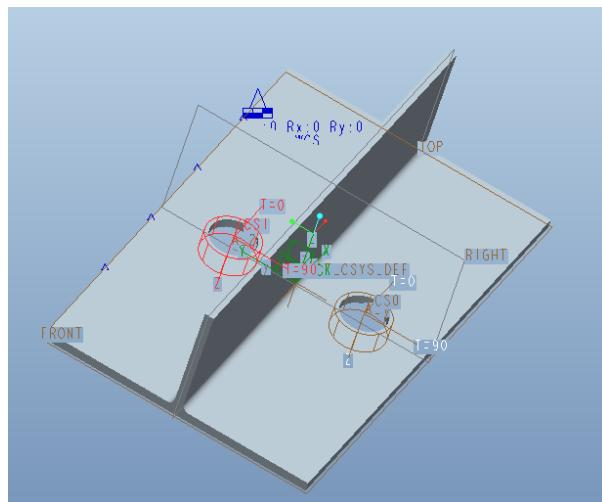

Рис. 12. Задание системы координат во втором отверстии
Должно получиться так, как изображено на рис. 12.
- удерживая CTRL, выберите два ребра, как показано на рис.12. Нажмите среднюю кнопку мыши для завершения выбора.